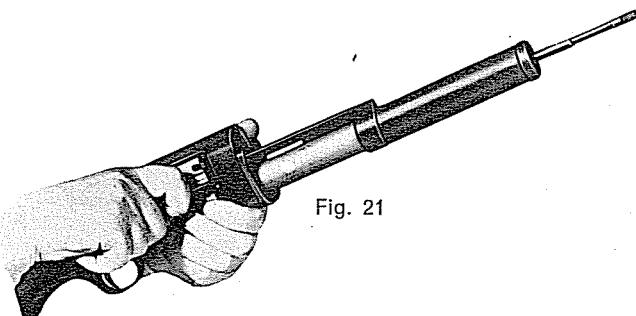

Fig. 21
- a) Tenendo fermo con il dito indice della mano destra il tiretto dell'otturatore, premere coll'indice sinistro il bottone di svincolo, lasciando avanzare l'otturatore lentamente (fig. 21) fino ad arresto.
- a — while holding cocking lever with the forefinger of the left hand (fig. 21) press in carrier latch button and let bolt slide gently forward until it is stopped.
- a — tout en tirant le doigt de déverrouillage avec l'index de la main gauche appuyer sur le poussoir du levier d'arrêt de l'élévateur et laisser glisser en avant la culasse mobile jusqu'à son point d'arrêt (fig. 21)